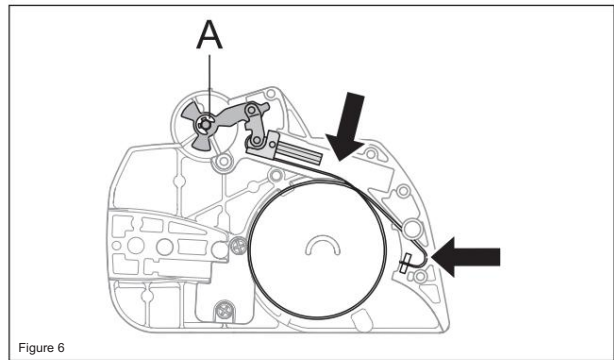

Figure 6
Localisez l'articulation coudée et la bande de frein connectée dans leurs évidements dans le couvercle d'embrayage. Lubrifiez l'évidement du ressort avec de la graisse. (voir figure 6)
Fixer le circlip (A) (voir figure 6)